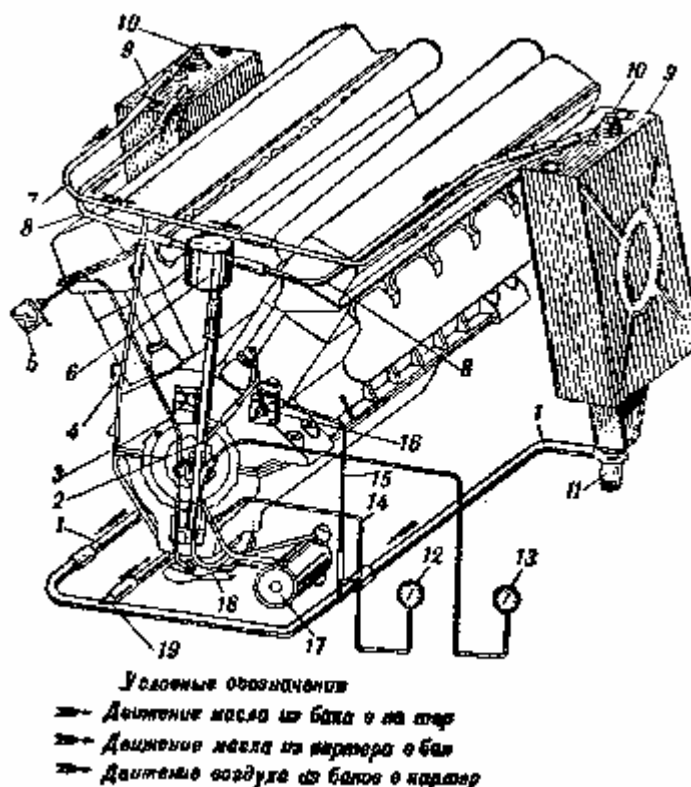

Рис. 69. Схема смазки двигателя:
Составными частями масляной системы (рис. 69) являются: масляные баки, масляный насос, масляный фильтр, ручной маслоподкачивающий насос, масляные трубопроводы и контрольные приборы — манометр и аэротермометр.
Масляные баки 9 (см. рис. 69) устанавливаются в моторном отделении с обеих сторон двигателя, у бортов
К трубке, идущей от масляного фильтра 17 (см. рис. 69) в крышке центрального подвода, присоединён приёмник масляного манометра, который соединён с масляным манометром капиллярной трубкой 14, заполненной незамерзающей жидкостью. Масляный манометр показывает давление масла, поступающего в коленчатый вал двигателя. К трубке 2, идущей от масляного насоса 18 к уравнительному бачку 6, присоединён штуцером приёмник дистанционного аэротермометра 13, измеряющего температуру выходящего из двигателя масла. Масляный манометр и аэротермометр монтируют на щитке контрольных приборов перед водителем танка.
Обе пары откачивающих шестерён подают выходящее из двигателя МАСЛО сначала вверх по трубке в уравнивательный бачок (см. рис. 69), а затем далее по трубкам в масляные баки. Уравнивательный бачок служит для равномерного распределения масла между обоими баками.
- 1) вывернуть из днища корпуса под масляным баком заглушки, а из бака сливную пробку 11 (см. рис. 69) с фильтром;